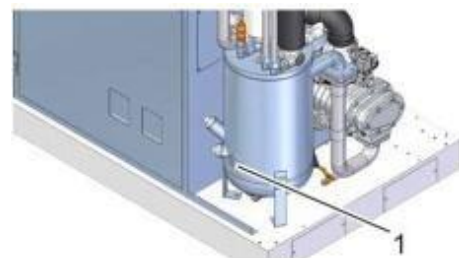

Рис. 30: Смотровое стекло
3. ➔ Через смотровое стекло (Рис. 30 поз.1) проверить уровень наполнения.